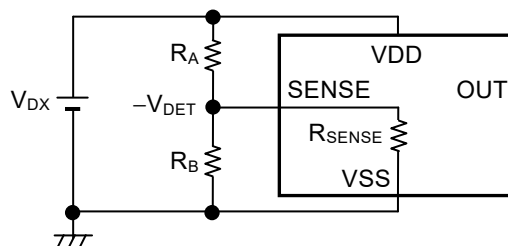

图23 检测电压外部设定电路
如图23所示，通过将用电阻 (RA) 和电阻 (RB) 分压后的节点与SENSE端子相连接，便可对检测电压进行外部设定。以往无SENSE端子的产品，因必须使分压节点与VDD端子连接，因此RA不能太大。这是因为VDD端子在检测或解除的切换时会有击穿电流流经，若RA过大则容易发生振荡或滞后幅度的误差变大等问题。
在图23中，外部设定检测电压 (VDX) 与实际的检测电压 (-VDET) 的理想关系式如下式。